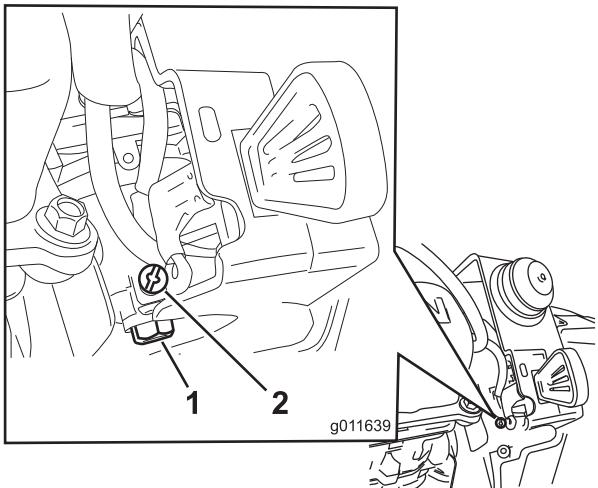

Figura 31
- Svitate, senza rimuoverla, la vite piccola sul lato della vaschetta del carburatore (Figura 31) fino a quando il carburante non inizia a uscire dal carburatore. Fate defluire il carburante in un contenitore approvato per carburanti.